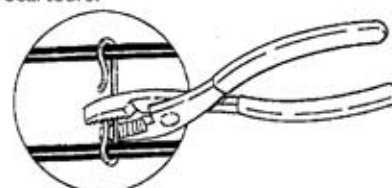

Figure 18. Presser les écarteurs avec les pinces
- Pendant que le câble est en train d'être posé dans la gouttière, les écarteurs peuvent être resserrés avec les doigts ou des pinces. Si vous utilisez des pinces, pressez doucement et avec précaution pour éviter d'étrangler, d'onduler, de couper ou d'endommager autrement le câble (voir Figure 18). Ne pas utiliser un marteau pour serrer les pinces et les écarteurs.
Lorsque vous connaissez la longueur de câble nécessaire, l'étape suivante consiste à installer les écarteurs et à acheminer le câble dans la descente pluviale. Les écarteurs doivent être fixés au câble tous les 6 po afin que le câble ne se touche pas dans la descente pluviale. Vous devez resserrer les écarteurs avant que le câble ne soit installé dans la descente pluviale. Vous pouvez le faire avec les doigts ou avec des pinces. Si vous utilisez des pinces, pressez doucement et avec précaution pour éviter d'étrangler, d'onduler, de couper ou d'endommager autrement le câble (voir Figure 18). Ne pas marteler pour resserrer les pinces et les écarteurs. Mettre le câble dans la descente pluviale à l'aide d'un fil à plomb.
Resserrer les pinces et les écarteurs de câbles. Resserrer les pinces et les écarteurs sur le toit. Vous pouvez le faire avec les doigts ou avec des pinces. Si vous utilisez des pinces, pressez doucement et avec précaution pour éviter d'étrangler, d'onduler, de couper ou d'endommager autrement le câble (voir Figure 18). Ne pas utiliser un marteau pour resserrer les pinces et les écarteurs.